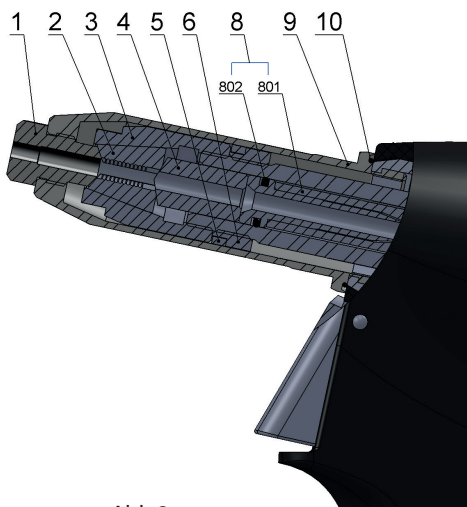
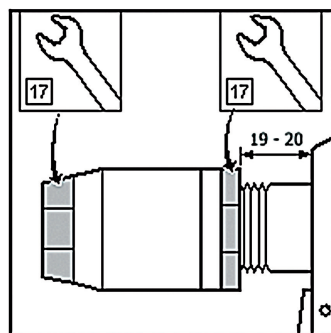

Abb.2
Abb.3
Trennen Sie das Werkzeug von der Druckluftquelle, schrauben Sie das vordere verstellbare Frontdüse /Abb.2 - Pos.9/ mit einem Schraubenschlüssel Nr. 23 ab, setzen Sie den Schlüssel Nr. 17 (15) auf die Spannhülse /Abb.2 - Pos.3/ und den Schlüssel Nr. 17 auf die HP - Mutter /Abb.2 - Pos.6/ und lösen Sie diese. Schrauben Sie die Spannhülse ab und tauschen Sie die Spannbacksätzen / Abb.2 - Pos.2/ und den Komplettes Saugleitung /Abb.2 - Pos.8/ aus. Alle verwendeten Gewinde sind Rechtsgewinde. Reinigen Sie die demontierten Teile gründlich und unterziehen Sie diese und insbesondere die folgenden Teile einer Sichtprüfung:
- 1) Spannbacksätzen /Abb.2 - Pos.2/ - Abgenutzte oder beschädigte Teile müssen ausgetauscht werden. Reinigen Sie verschmutzte Teile mit einer Drahtbürste.
- 2) Mundstück /Abb.2 - Pos.1/ - Überprüfen Sie die Funktionsflächen des Reduzierstücks auf Verschleiß.
- 3) Komplette Saugleitung /Abb.2 - Pos.8/ - Abgenutzte oder beschädigte Teile müssen ausgetauscht werden /Abb.2 - Pos. 801,802/.
- 4) Verstellbare Frontdüse /Abb.2-Pos.9/ - Überprüfen Sie die Innenfläche auf Beschädigungen (Ø 18).
- 5) Abstreifring /Abb.2 - Pos.5/ - Ersetzen des Rings durch einen neuen Abstreifring, sofern dieser beschädigt oder abgenutzt ist.
Montieren Sie die Teile in umgekehrter Reihenfolge (siehe Teile-Demontage). Geben Sie einen Tropfen Schmieröl (wir empfehlen das Hydrauliköl HYSPIN AWHM 32 CASTROL) auf die Außenfläche der Spannbacksätzen /Abb.2 - Pos.2/. Geben Sie eine dünne Schicht Plastik - Schmierstoff MOGUL LV 2-3 auf die Saugleitung und den O-Ring /Abb.2 - Pos. 801,802/. Die Grundeinstellung der Spannbacken erfolgt wie in Abb. 3 dargestellt.